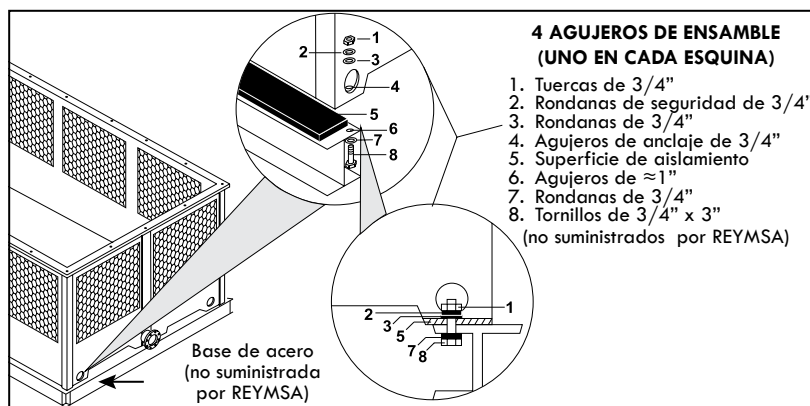

Figura A-47: Anclaje típico de una torre modelo RTG y RTGTC
- H. Coloque la sección de la cisterna encima de la superficie de aislamiento que se instaló sobre la base de acero, asegurándose de que los agujeros de anclaje en el fondo de la torre están alineados con las perforaciones de la base. Luego proceda a atornillar y asegurarla con tornillería de acero inoxidable (suministrada por REYMSA, ver Figura A-47).